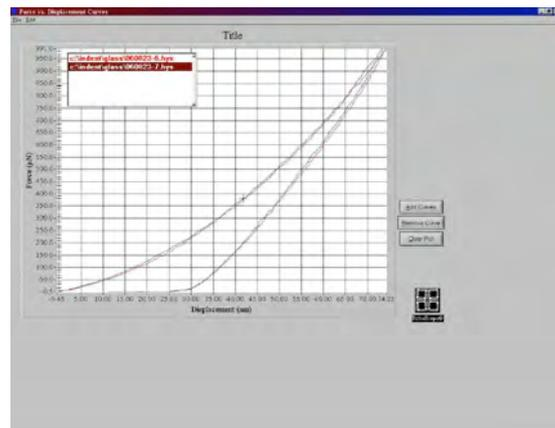

図 26
21. 測定を繰り返し、目的とする測定条件で 3 回データが重なること(再現性)を確認する。(図 26)